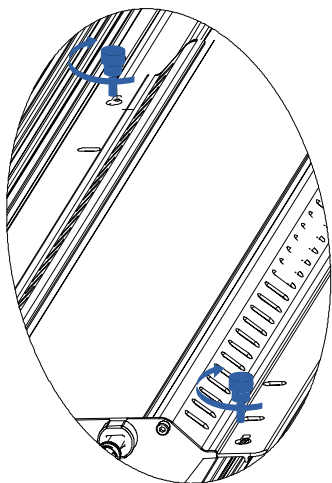

Fig. 8
d. Une fois que le contrôleur est en position, assurez-vous de visser les 2 attaches orange du contrôleur (pièce F). Cette étape est importante pour fixer le contrôleur en place, voir figure 8.